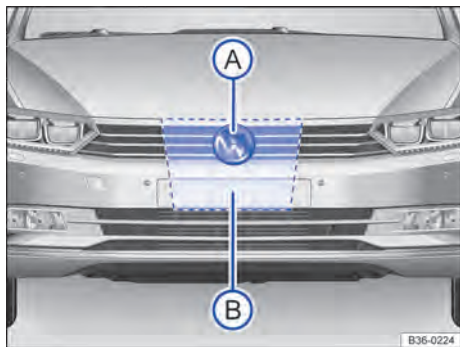

Fig. 225 Na grade do radiador, atrás do logo Volkswagen: sensor do radar (A) e área que deve ser mantida livre em volta do radar (B).
Para a captação da situação do trânsito é instalado, no para-choque dianteiro, um sensor do radar → Fig. 225 (A). Assim, os veículos à frente podem ser reconhecidos a uma distância de até aproximadamente 120 m.